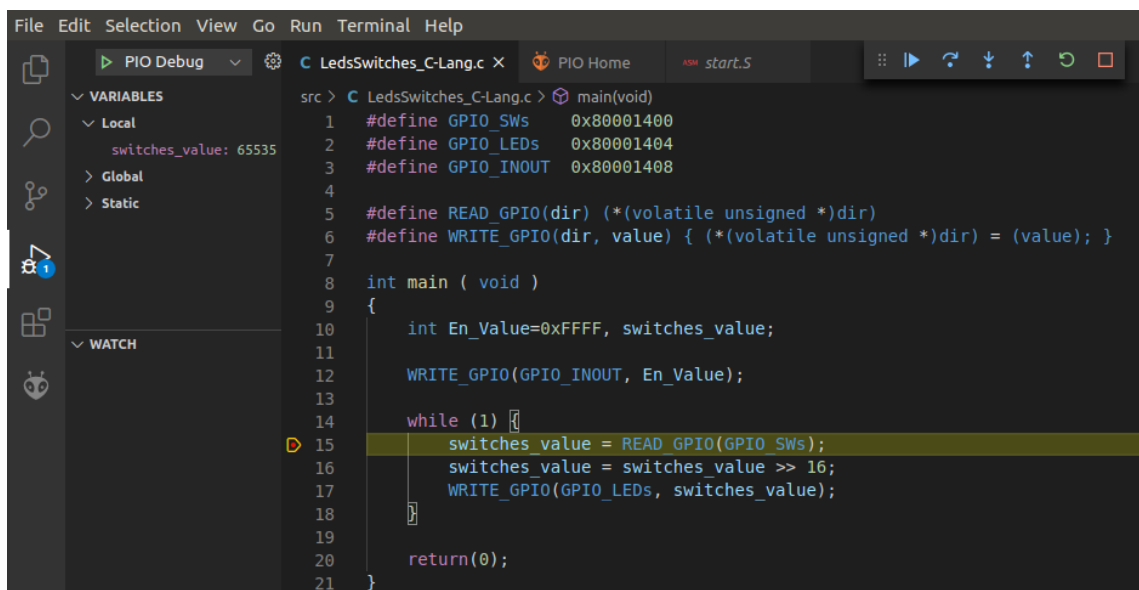

图63. 执行在断点处停止
4. 然后，开始调试。程序将开始执行，并将在断点处停止（图63）。